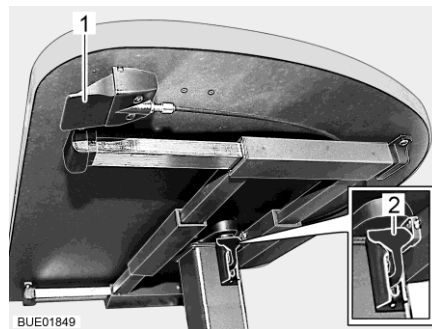

Fig. 93 Mesa elevadora con botón de desbloqueo
- Tirar o presionar hacia abajo la palanca de bloqueo (Fig. 93,2).
- Empujar la palanca de bloqueo (Fig. 93,2) hacia arriba.
- Pulsar y mantener pulsado el botón de desbloqueo (Fig. 93,1). El tablero de la mesa se desplaza automáticamente hacia arriba hasta el tope final.
- Soltar el botón de desbloqueo (Fig. 93,1). El tablero de la mesa permanecerá en la posición seleccionada.
- Pulsar y mantener pulsado el botón de desbloqueo (Fig. 93,1).
- Soltar el botón de desbloqueo (Fig. 93,1). El tablero de la mesa se quedará en la posición más baja.